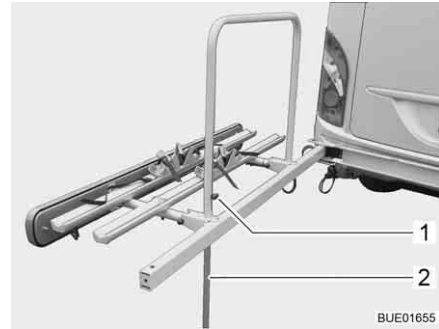

Fig. 4 Apoyo
- Bajar el tubo de apoyo (Fig. 4,2) por el tornillo de torniquete hasta el suelo.
- Volver a apretar el tornillo de torniquete (Fig. 4,1).